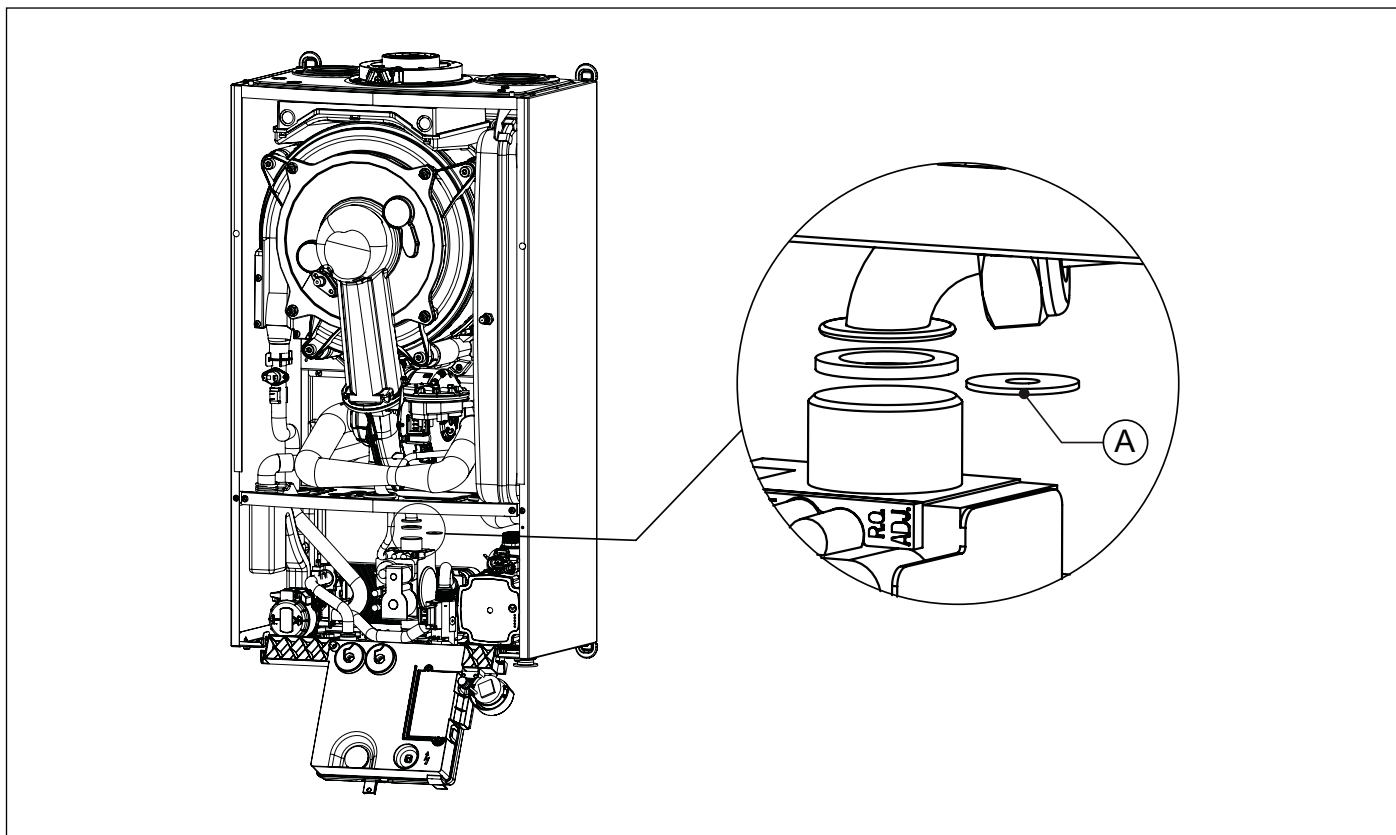

Рис. 25 Замініть діафрагму газу
- Від'єднайте трубку газу (див. Рис. 25 Замініть діафрагму газу).
- Замініть діафрагму газу (A) на нову відповідно до типу газу (див. Рис. 25 Замініть діафрагму газу та Таб. 12 Діаметр діафрагми газу [мм]).